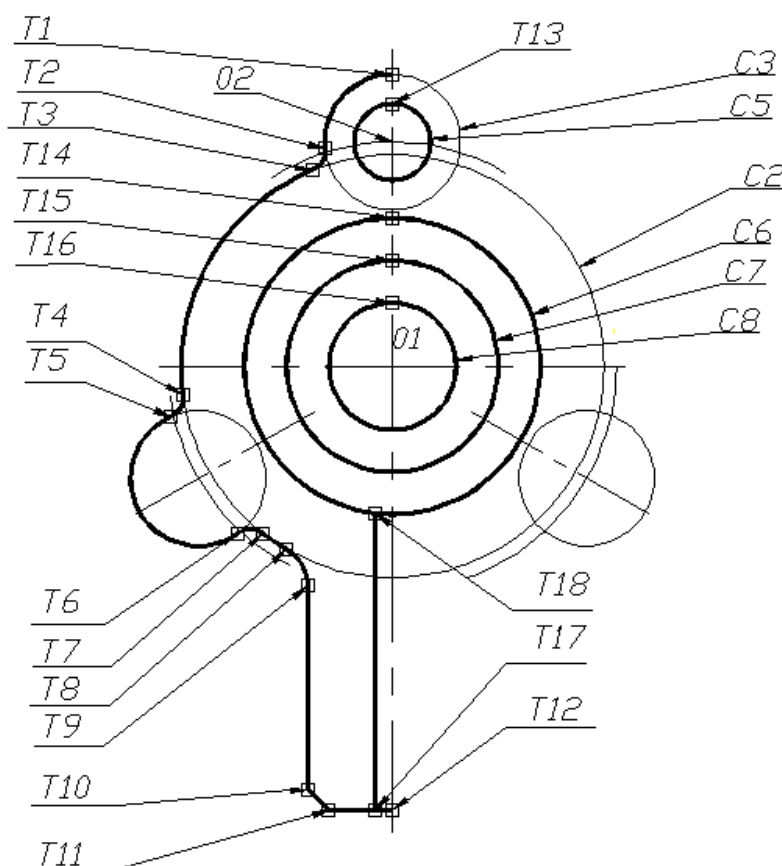

Рис. 2.11. Обводка контура и элементов детали
- Строим окружности C5 (&18мм), C6(&70мм), C7(&50мм), C8(&30мм), см. рис. 2.11.
В режиме **ОРТО** из точки T17 с координатами (116, 95) (рис.2.11) проводим вертикальную линию до точки T18, так чтобы она пересекла окружность C6 (объектную привязку при этом отключаем).